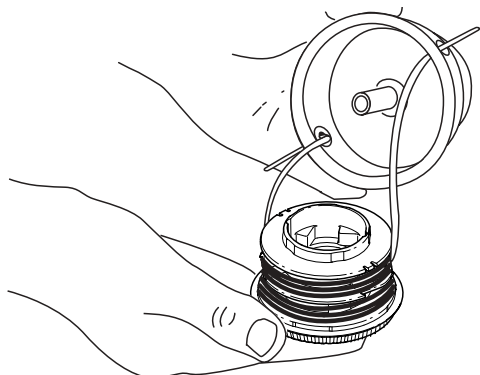

Fig. 27
3. Insérez les extrémités du fil du moulinet intérieur neuf dans les œillets de la bobine extérieure (Fig. 27). Enfoncez le moulinet intérieur neuf, flèche vers le haut, dans la bobine extérieure.